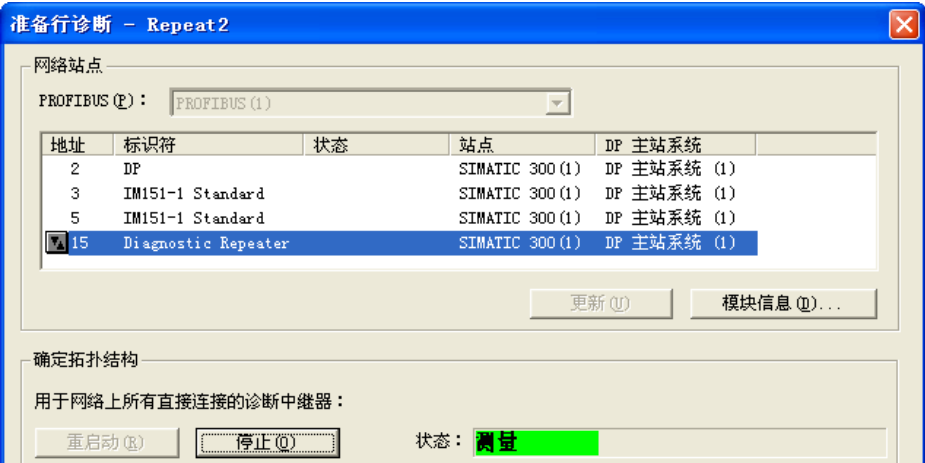

图 6-48 准备线路诊断对话框
- 3) 在打开的准备线路诊断对话框中（见图 6-48），显示出 DP 网络上搜索到的各个站点的地址、标识符和所属的主站系统。点击“重启动”按钮，开始测量线路。